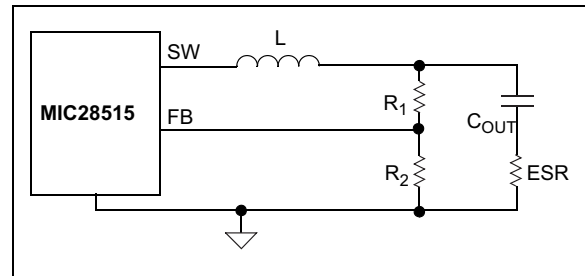

图5-2: FB处的纹波充足
1. 输出电容(图5-2)的ESR较大, 反馈电压的纹波充足。转换器稳定, 无需注入任何纹波。